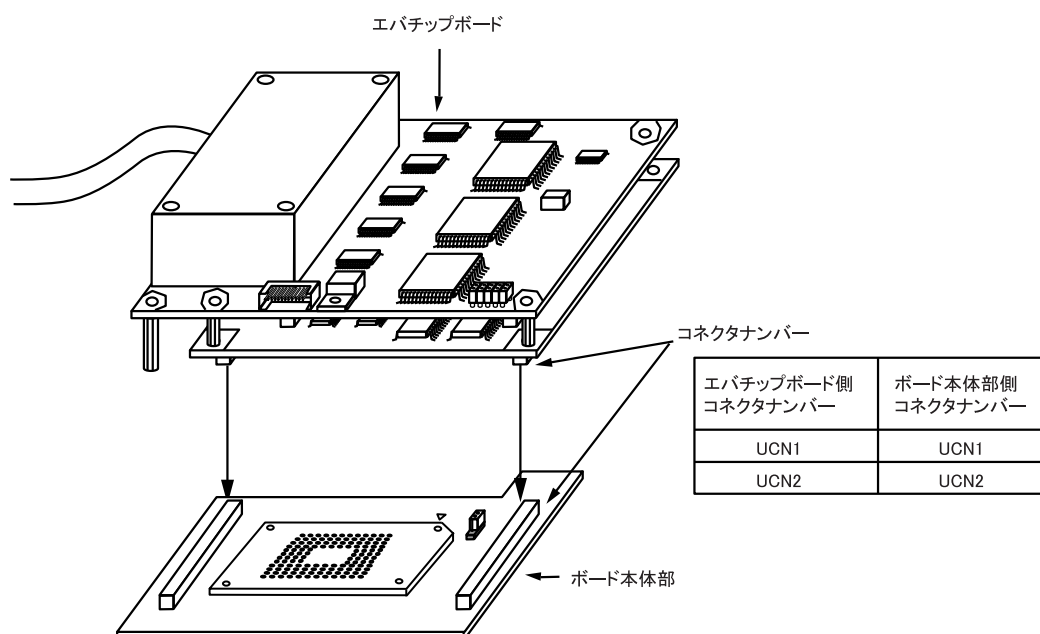

図3 エバチップボードへの接続
- (1) ユーザシステムおよびエミュレータの電源が切れていることを確認してください。
- (2) ボード本体部とエバチップボードのコネクタをコネクタナンバーに合わせて接続します（図3参照）。
- (3) エバチップボードに実装しているスペーサをユーザシステムの状態に合わせて、高さを調整してください。